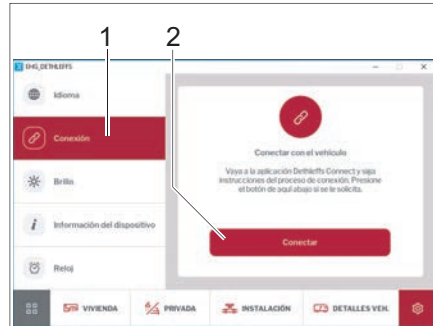

Fig. 273 Conexión a través de la pantalla EHG
- Tocar en la opción *Conexión* (Fig. 273,1). Aparece un mensaje que explica cómo se puede conectar el dispositivo móvil al vehículo.
- Tocar en la opción *Conectar* (Fig. 273,1). El vehículo y el dispositivo móvil ahora están emparejados.